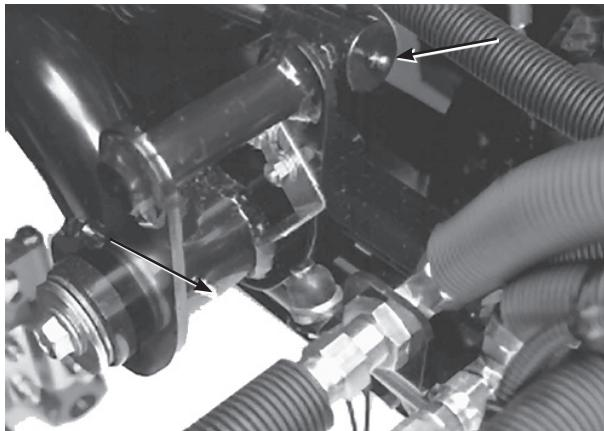

図 31
- ・ 後昇降アームのピボット昇降シリンダ（2か所；図31）